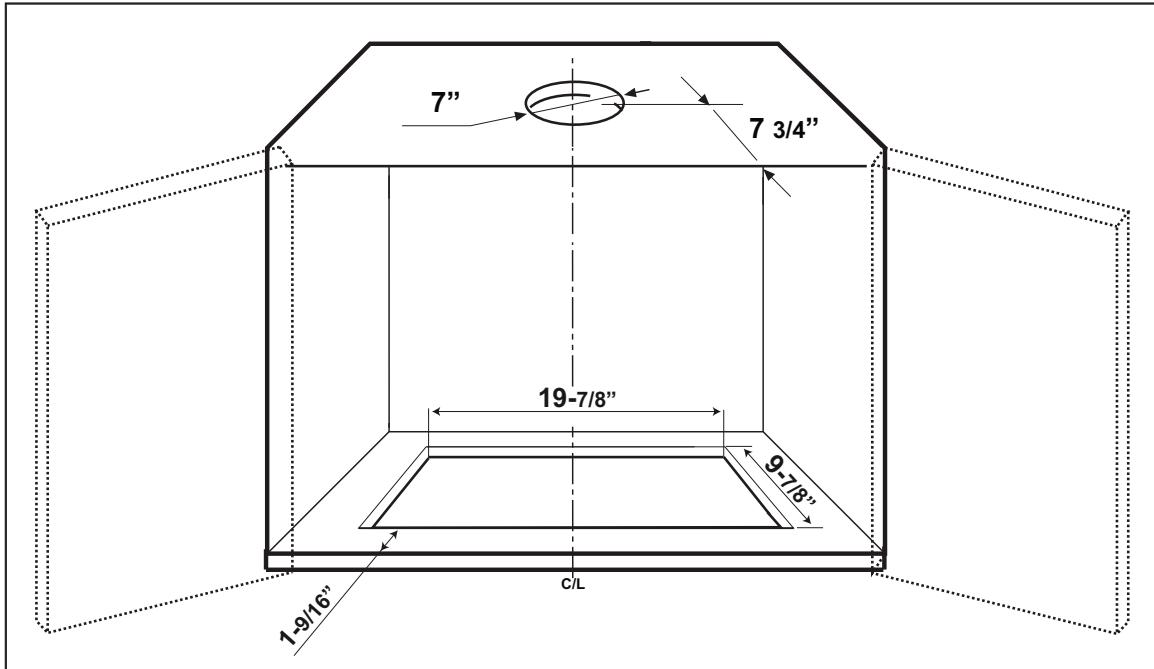
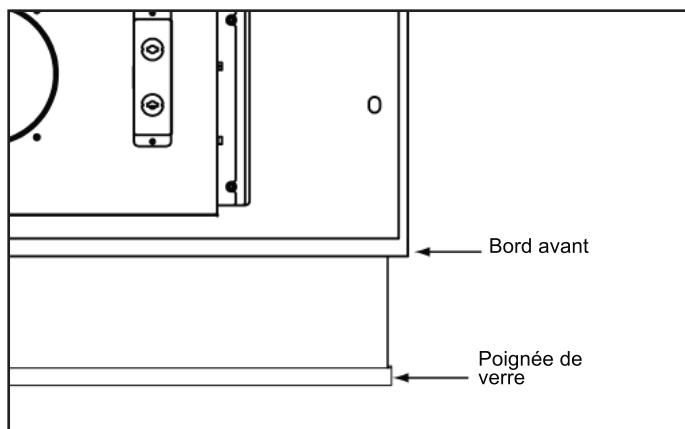

Fig.1
Fig.2
3. Respectez les dimensions de la Fig.1 et coupez le bas de l’armoire pour créer une ouverture permettant l’installation de l’armoire. Si vous avez une armoire sans cadre, calculez la distance de 1-9/16" (mentionné à la Fig.1) à partir de l’avant de la porte de l’armoire. Ainsi, le rebord avant de la hotte arrivera à égalité avec les portes de l’armoire lorsqu’elles seront fermées. Voir Fig.2.